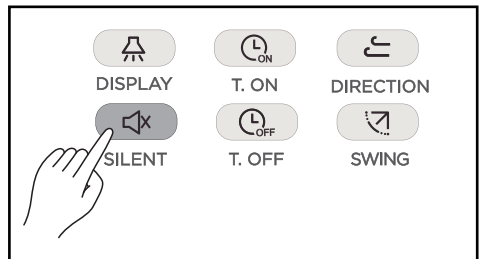

Figura 3.12
1. Quando a unidade estiver no modo Cool (Frio) ou Heat (Quente), pressione  (consulte a Figura 3.12) para iniciar a função de silêncio. O mostrador exibe o ícone .